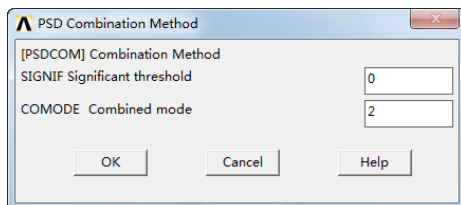

图 13-61 “PSD Combination Method”对话框
⑩ 设置合并模式：Main Menu > Solution > Load Step Opts > Spectrum > PSD > Mode Combine，弹出“PSD Combination Method”对话框，如图 13-61 所示，单击“OK”按钮接受默认设置。